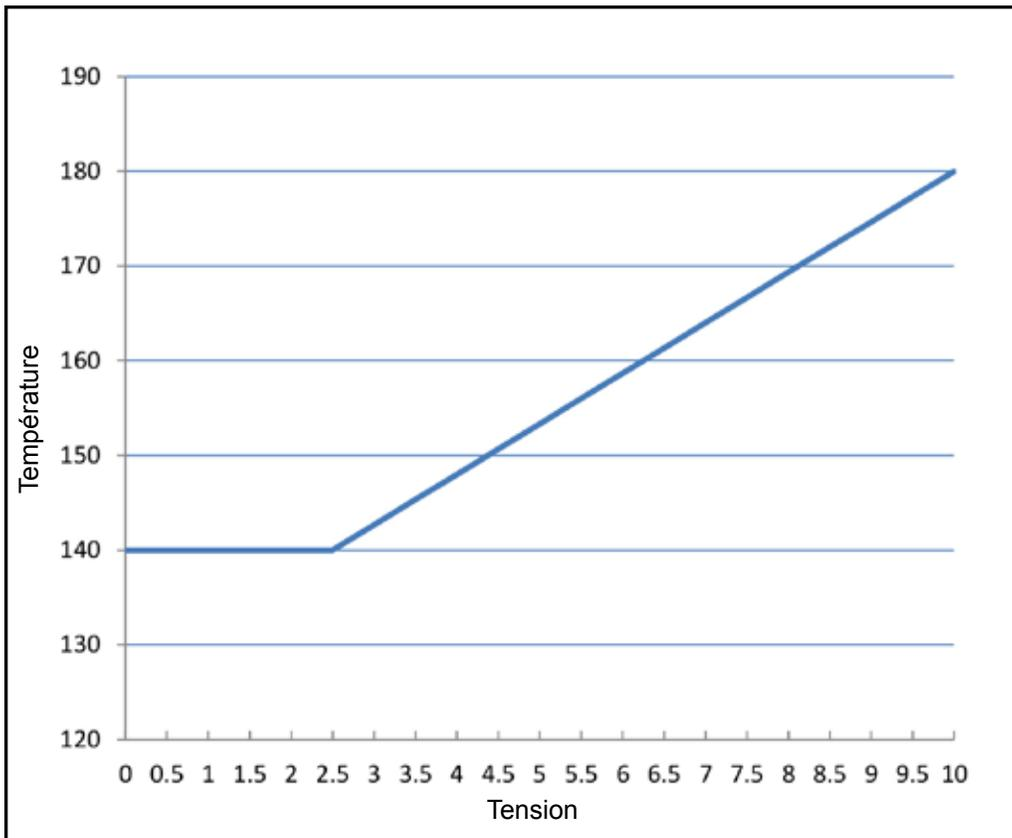

Figure 41. Exemple de point de consigne externe
- L'utilisation des valeurs par défaut du Point de consigne max. (82 °C/180 °F), Point de consigne min. (60 °C/140 °F), Demande min. (2,5 VCC), Demande max. (10,0 VCC), l'appareil produit la courbe de point de consigne illustrée dans la **Figure 41**.